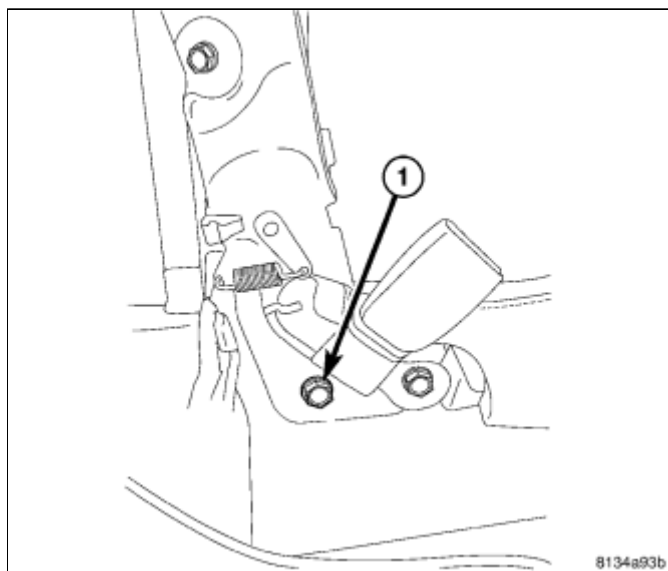

图 3 第二排内侧
5. 从两边的架子上拆下两个躺椅机构的螺栓。 从I/B一边拆下座垫带的搭扣总成\(图 3\)。